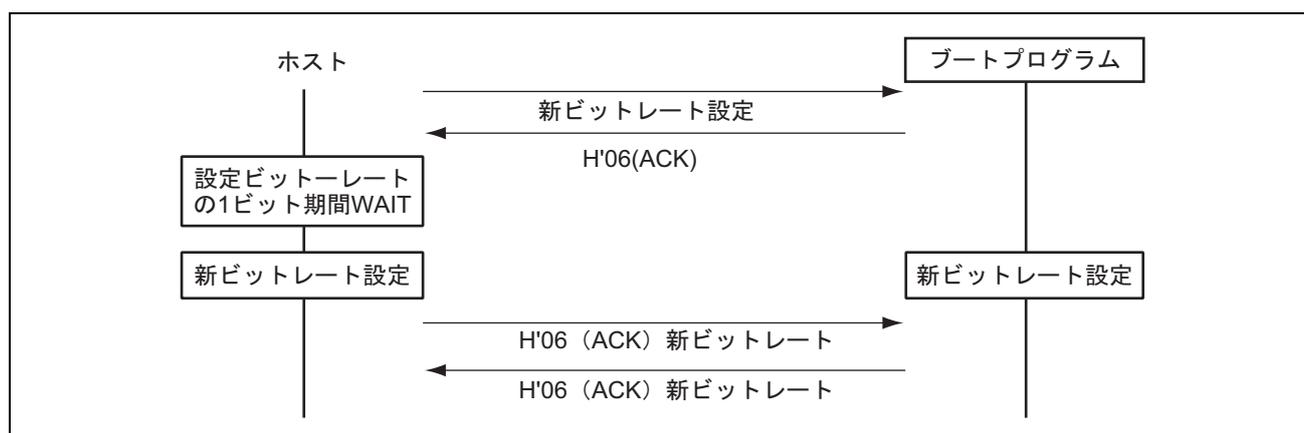

図 24.21 新ビットレート選択のシーケンス
- 新ビットレート選択のシーケンスを図 24.21 に示します。